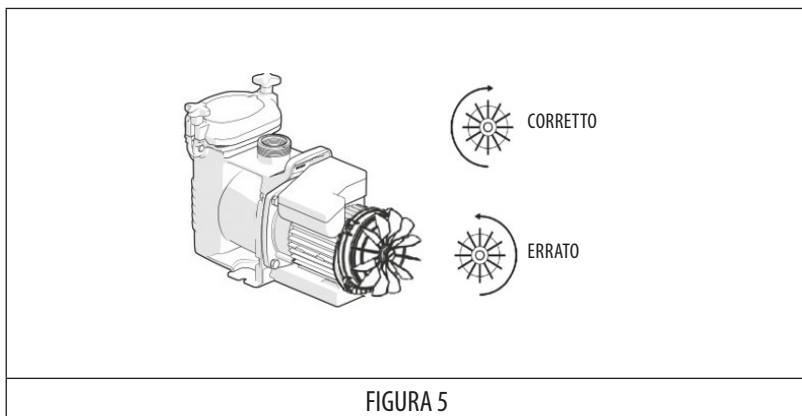

FIGURA 5
- Controllare che il motore ruoti nella direzione corretta (guardare la ventola situata nella parte posteriore del motore) (FIGURA 5).